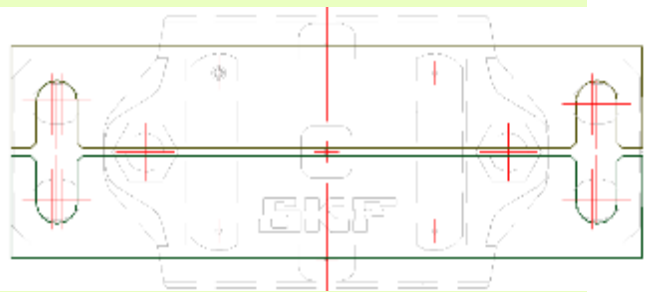

Fig.41 : 2 Cales avec encoches
* Pour les gros paliers, à 4 boulons de fixation, il est préférable de faire deux $\frac{1}{2}$ cales de la $\frac{1}{2}$ largeur du palier + 5 mm {fig.41}.